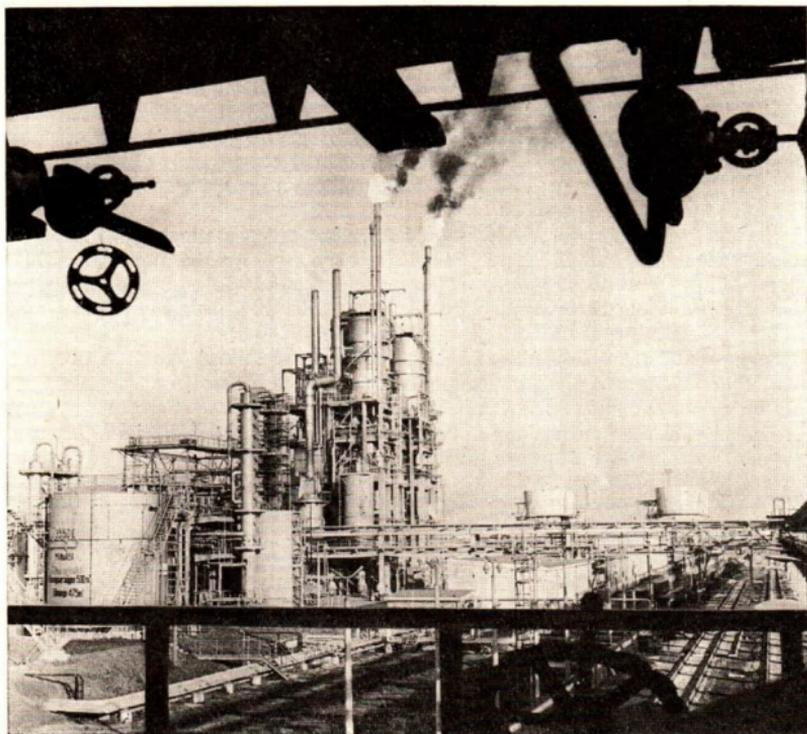

Abb. 24 Rationelle petrolchemische Verfahren werden im Werkteil II des VEB Leuna-Werke „Walter Ulbricht“ angewandt
Die Herstellung von Äthen aus sowjetischem Erdöl wird in unserer Republik in großem Umfang im Werkteil II des VEB Leuna-Werke „Walter Ulbricht“ (Abb. 24) durchgeführt. Ein großer Teil des Äthens wird zu Polyäthylen weiterverarbeitet (S. 25). ① ② ③
- ① Stellen Sie die Reaktionsgleichungen für die Herstellung von Äthen aus Koks über Kalziumkarbid auf!
- ② Erläutern Sie, warum bei der Herstellung von Äthen aus Kohle sehr hohe Energiemengen erforderlich sind!
- ③ Stellen Sie die Reaktionsgleichung für die Polymerisation von Äthen auf!